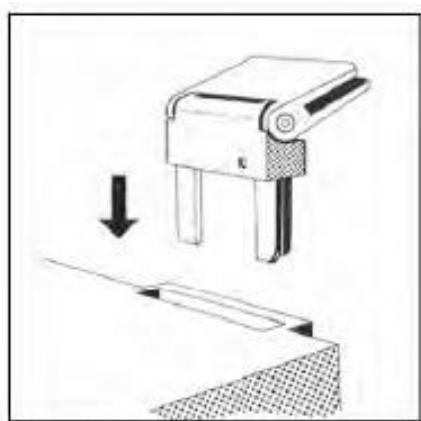

Рис.1
- Вставьте петли **2** в соответствующие паузы (рис. 1).